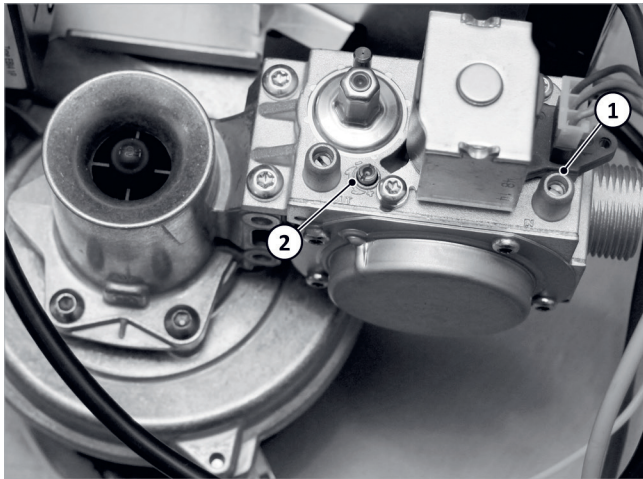

Fig. 113: Ajuste del quemador
- Para comprobar la presión dinámica del gas con el quemador en marcha se debe utilizar la conexión de medición → fig. 113 (1).